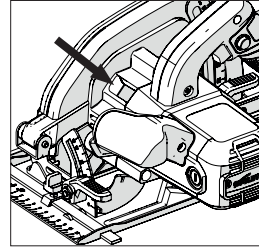

Abb. 3
- Finden Sie den Dornverriegelungsknopf der Maschine (an allen Maschinen in ähnlicher Position). Sperren Sie den Dorn der Maschine durch Betätigen des Dornverriegelungsknopfs. **(Abb. 3)**